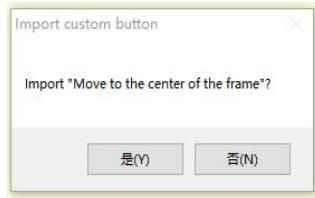
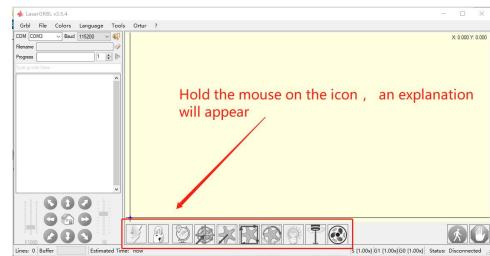

Imagen 4: carga de botones personalizados
Imagen 5: Botón de software
2. A continuación, cargaremos los botones personalizados en el software LaserGRBL. En el software LaserGRBL, haga clic derecho en el espacio en blanco al lado del botón inferior (como se muestra en la Imagen 3) -> Importar botón personalizado, luego seleccione el archivo zip del botón personalizado descargado para importar, mantenga presionado Sí (Y) hasta que no haya ventana aparece. (Imagen 4、Imagen 5)